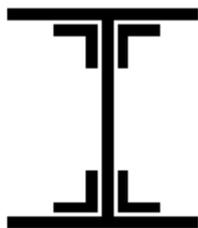

FIGURA 9
8. Las superficies delgadas, no se rayan, sino que se ennegrecen. Si hay varias superficies contiguas, se dejará una pequeña separación entre ellas, que no será inferior a 7 mm. (figura 9).